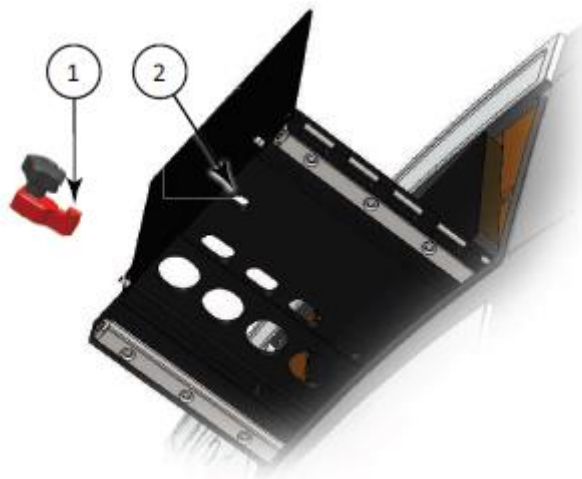

Figura 2: Trava da gaveta de cartucho superior.
16. Coloque o pino da trava de transporte da gaveta de cartucho (1) na posição 2 conforme a Figura 2.